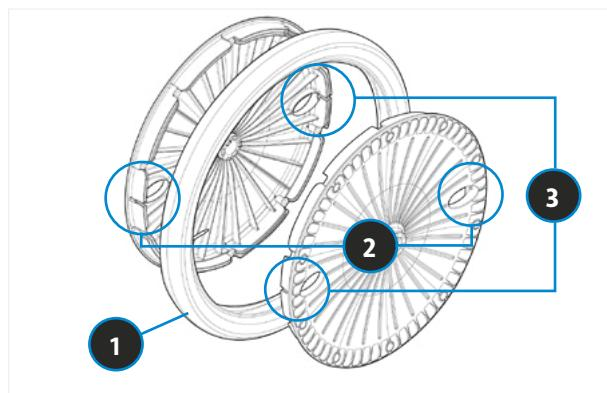

BILD 53 ORIENTIERUNG FELGEN - IMMER 2 AUF 3 LAMELLEN LEGEN
- Felgenhälften zusammendrücken und dabei die Orientierung der Lamellen beachten: siehe Bild 53.